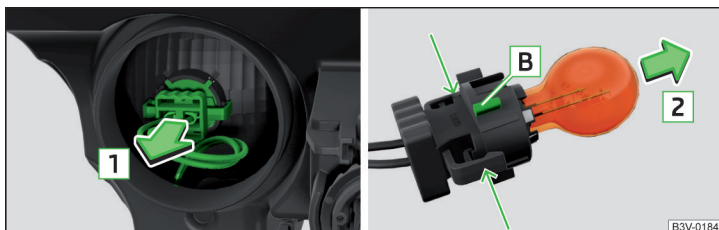

Fig. 272 Înlocuirea becului luminii de semnalizare
- Scoateți soclul împreună cu becul, prin mișcări pendulatorii, în sensul săgeții **1** » fig. 272.